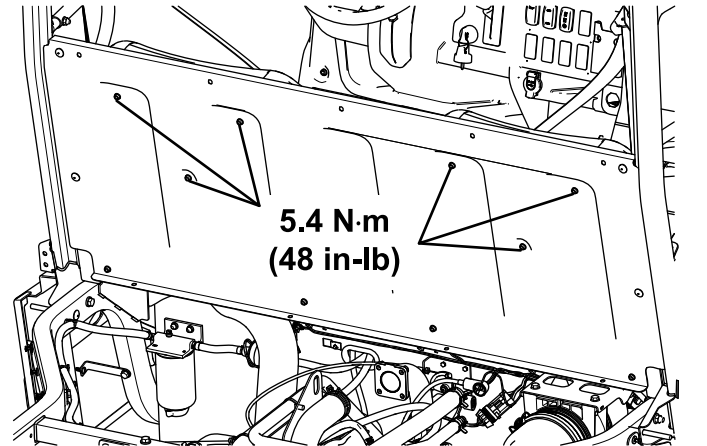

Bild 24
19. Ziehen Sie die sechs Sechskant-Scheibenkopfschrauben ($\frac{1}{4}$ " x $\frac{3}{4}$ ") auf ein Drehmoment von 5,4 N·m fest, wie in **Bild 24** dargestellt.